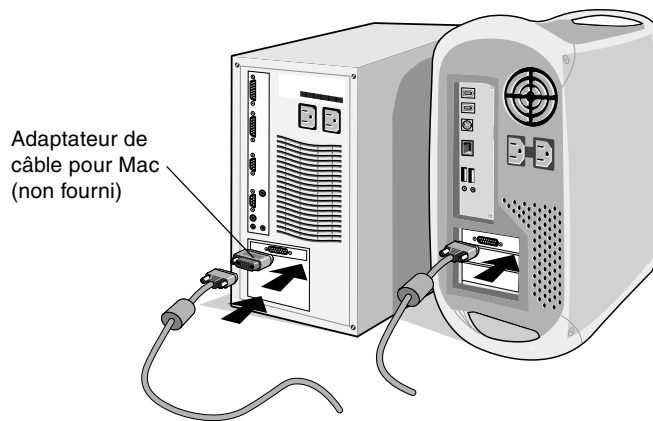

Figure B.1
**Pour un MAC :** Connectez à l'ordinateur l'adaptateur MultiSync de câble pour Macintosh, puis branchez à l'adaptateur le mini-connecteur D-SUB vers D-SUB à 15 broches (**Figure B.1**).